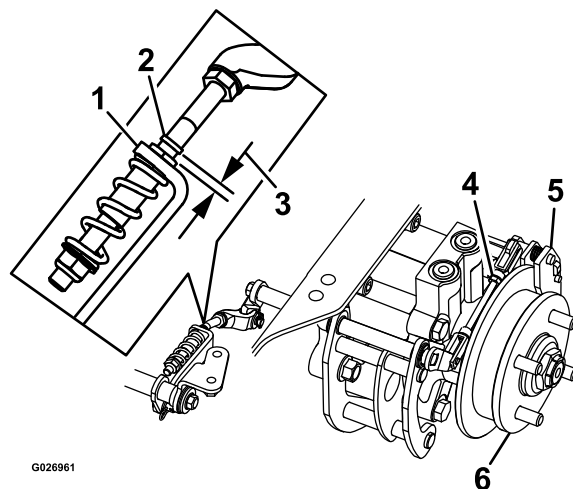

Figura 71
8. Controllate la presenza di uno spazio visibile tra la staffa a L e il fermo del tirante (Figura 71).